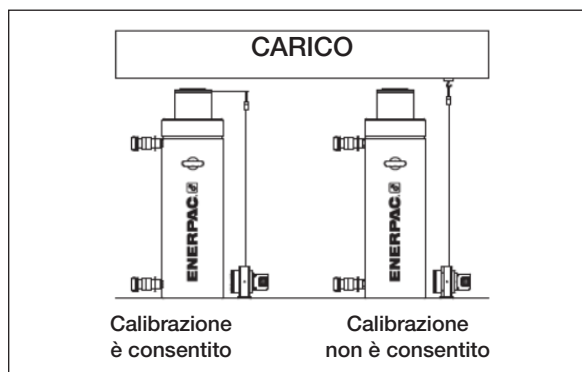

Figura 17: Condizioni di calibrazione
2. Selezione della calibrazione del cilindro: l'utente può stabilire se la calibrazione debba essere eseguita o meno, a seconda del posizionamento del sensori di corsa. Fare riferimento alla Figura 17 per ulteriori dettagli.